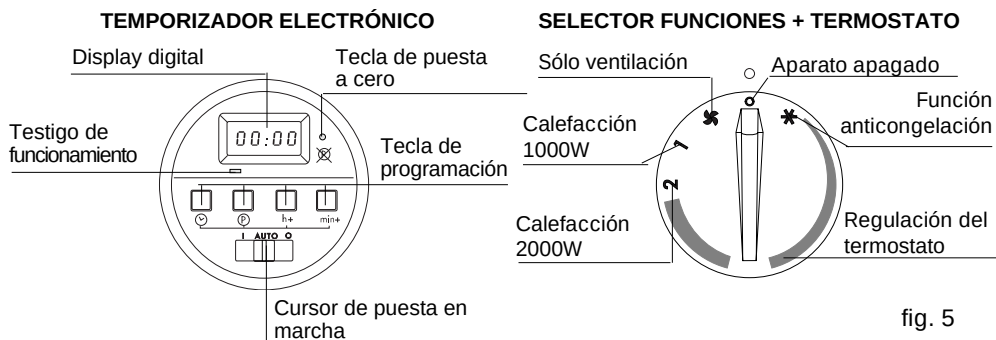

fig. 5
- En el modelo dotado de temporizador electrónico, situar el cursor de puesta en marcha (fig. 5) en la posición I. Se encenderá el piloto respectivo.
- Gire el pomo hacia la derecha en la posición ☼ 'servicio de verano' (sólo ventilación) (fig. 5).
Para apagar el aparato, vuelva a colocar el pomo del selector funciones+termostato en la posición "O" (fig. 5) y, en los modelos equipados con temporizador, coloque el cursor de puesta en funcionamiento en la posición "O" (fig. 5). La luz indicadora del funcionamiento se apaga.
- Accionar el pulsador ☹ y, simultáneamente, el pulsador $h+$ (fig. 5) hasta que se haya alcanzado la hora exacta; después, soltar ambos pulsadores.
- Para regular los minutos, accionar simultáneamente el pulsador ☹ y el pulsador $min+$ (fig. 5); después, soltar ambos pulsadores.
1. Colocar el cursor de puesta en marcha en la posición "AUTO" (fig. 5).